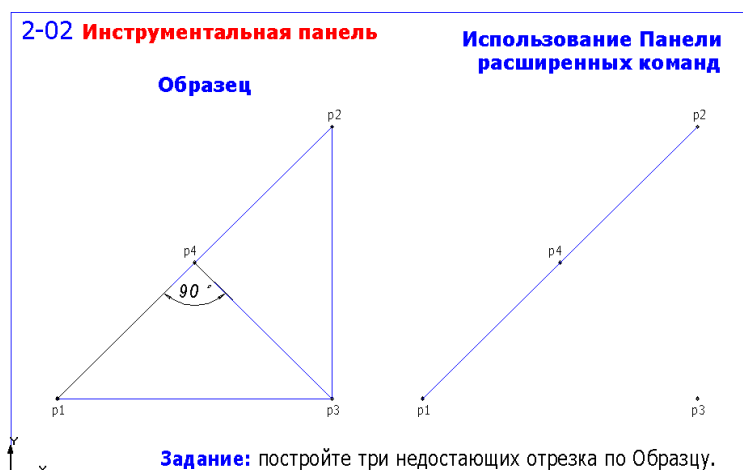

Рис. 2
4. Откройте файл фрагмента 2.02 (рис. 2) и выполните упражнение. Отрезок p3-p4 строится командой **Перпендикулярный отрезок** из панели расширенных команд построения отрезков. При выполнении построений обращайте внимание на запросы команды, выводимые в строку сообщений. Сохраните результат в папку решений.